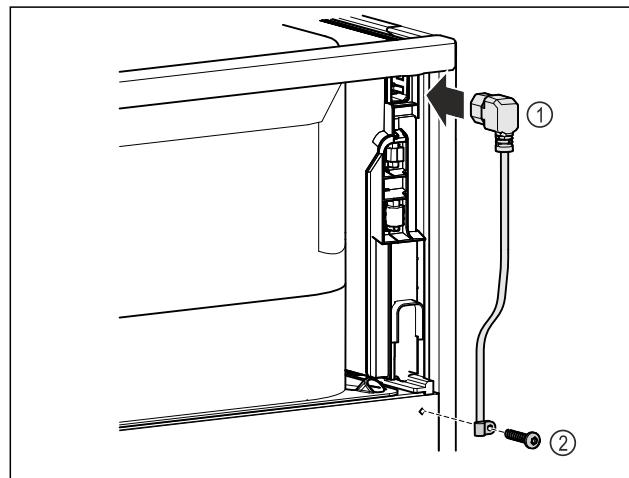

Fig. 9
- ▶ Futni spinën e pajisjes ftohëse të kordonit të lidhjes elektrike Fig. 9 (1) në pjesën e pasme të pajisjes.
- ▶ Montoni fiksuesin e kabllös. Fig. 9 (2)